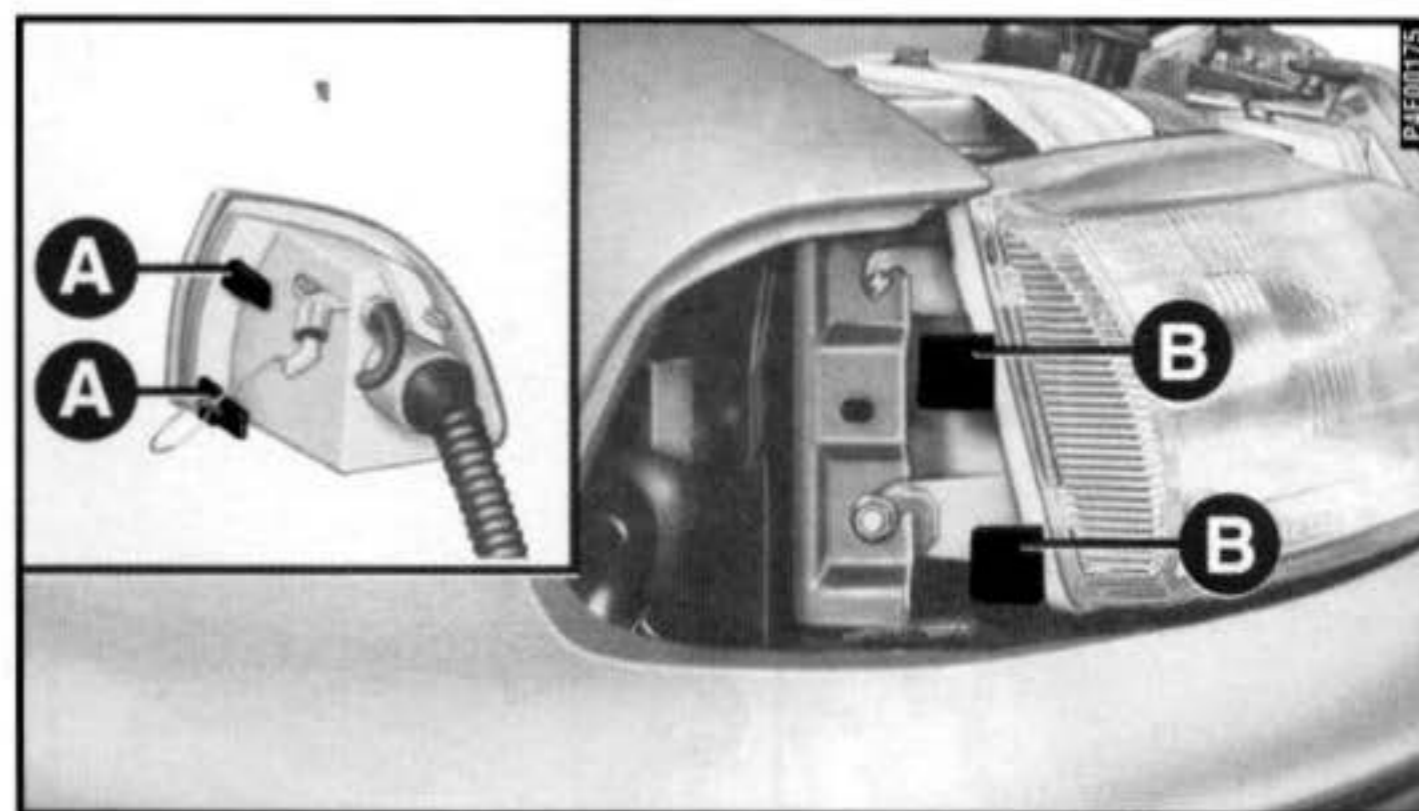

fig. 17
6) Repor a lente transparente, introduzindo as duas lingüetas **A-fig. 17**, nas guias **B** do lado do farol.